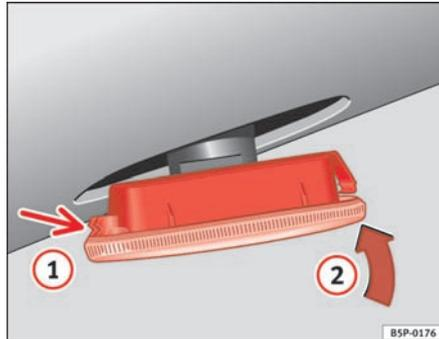

Fig. 174 Intermitente lateral
- Coloque el intermitente en primer lugar en el orificio de la carrocería, encajando las pestañas ⇒ fig. 174, flecha ①.
- Encaje el intermitente como indica la flecha ② ⇒ fig. 174 ■